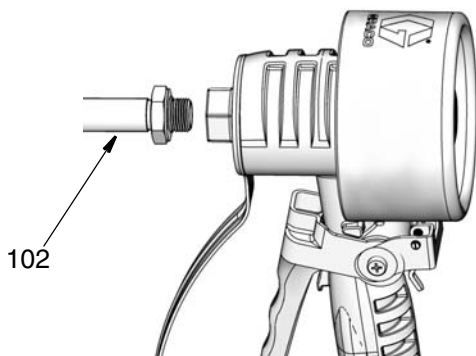

FIG. 5
- b. Visser la rallonge (102) jusqu'au fond dans le corps du compteur, voir FIG. 5.